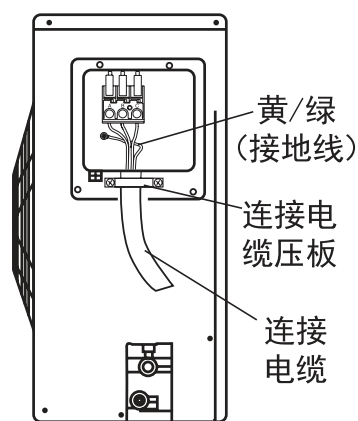

图27
- (2) 用连接电缆压板将连接电缆用螺钉紧固。
- (3) 必须将黄/绿线如图27所示接至右侧板带有“⊕”标志的接地螺钉上。
- (4) 连接电缆不可以碰铜管的裸露部分及截止阀。